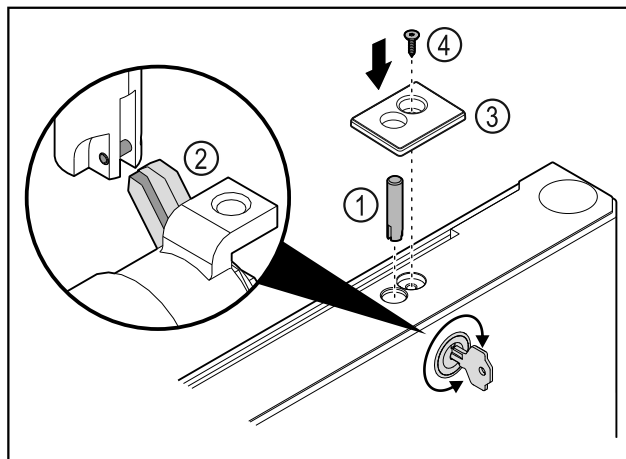

Fig. 47
- Vendosni kunjin e bravës Fig. 47 (1).
- Rrotulloni lehtë bravën, në mënyrë që kunj i bravës Fig. 47 (2) të futet në kanalin e bravës.
- Vendosni kapakun mbulues Fig. 47 (3).
- Vendosni vidën Fig. 47 (4).